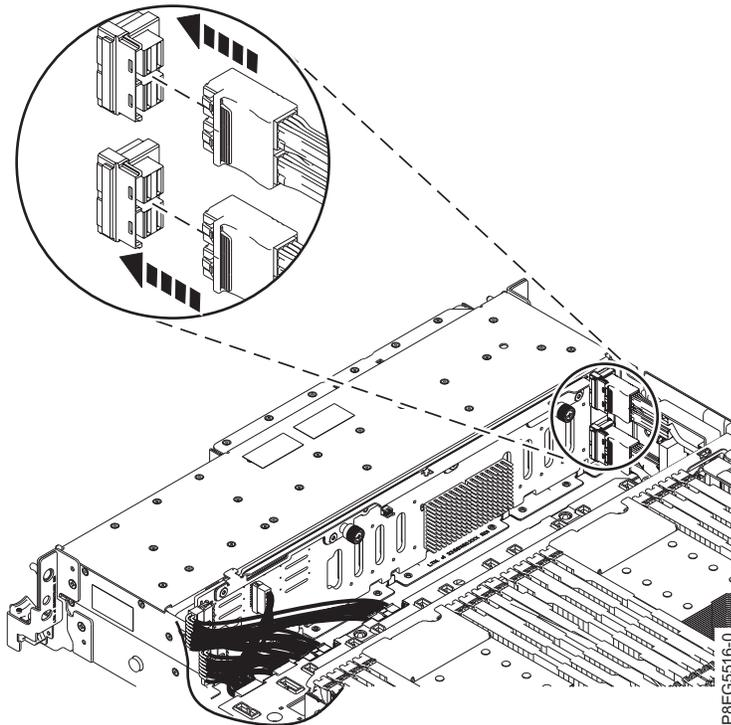

Abbildung 21. Erneutes Anschließen der vorderen SAS-Kabel
7. Schließen Sie das vordere SAS-Kabel erneut an die Plattenlaufwerksrückwandplatine an (wie dargestellt in Abb. 21). Drücken Sie den Anschluss, bis die Verriegelung einrastet.